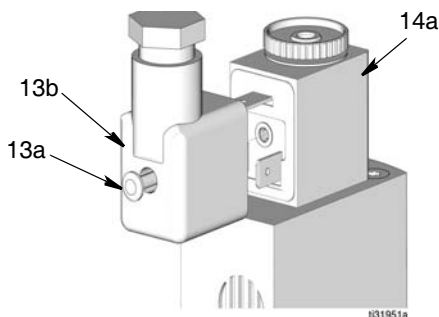

FIG. 40
9. Aperte o parafuso (13a) na parte traseira do conector do solenoide mini-DIN (13b) (FIG. 40).